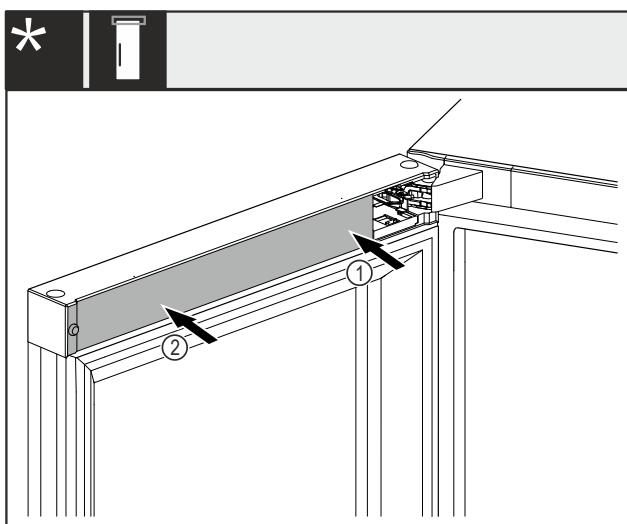

Fig. 43 \*
- Coloque primero la cubierta Fig. 43 (1) en el lado del soporte del cojinete y encájela.\*
- Coloque la cubierta Fig. 43 (2) en el lado exterior y encájela.\*